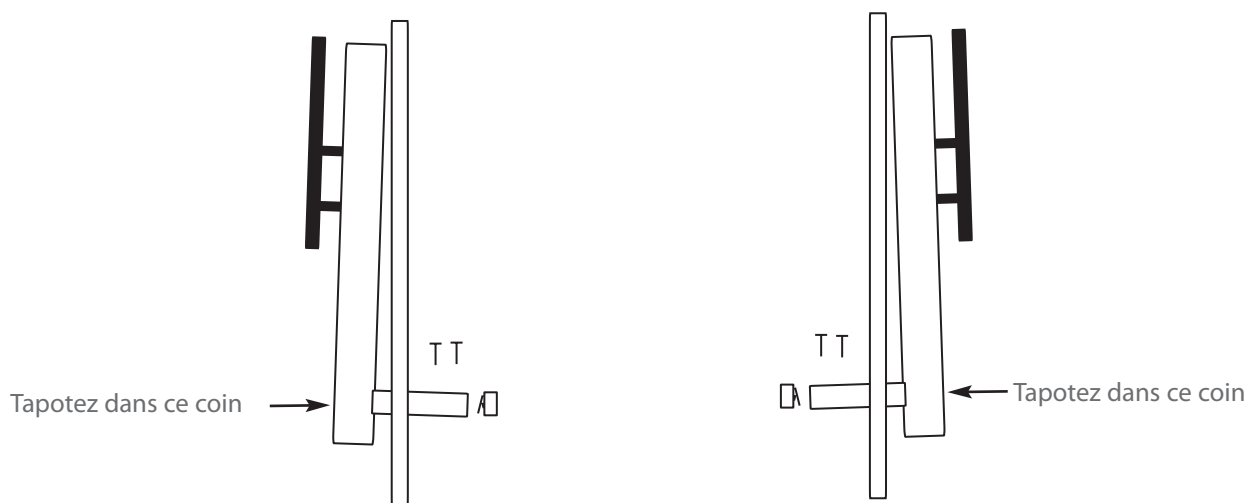
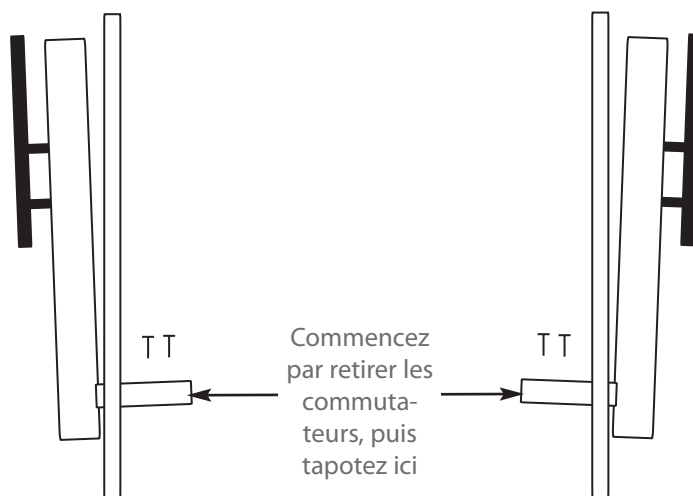

Figure 26B : Porte du four mal ajustée - Variante 1 - Vues de côté
Figure 26C : Porte du four mal ajustée - Variante 2 - Vues de côté
5. Reportez-vous aux figures 26B et 26C (page 23) pour déterminer à quel endroit tapoter. Si vous suivez la figure 26C, retirez les commutateurs primaire, secondaire et de moniteur avant d'ajuster la porte.
6. Tapotez doucement sur la porte du four aux endroits marqués sur la figure 26B ou 26C, jusqu'à ce que la porte soit parallèle au cadre du four.